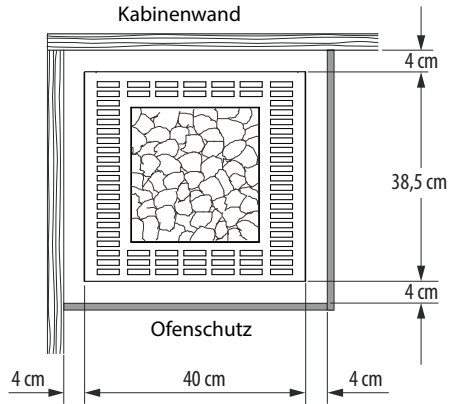

Abb. 2
- Bei der Montage des Saunaofens ist darauf zu achten, dass horizontale (seitliche) Abstand zwischen Ofen und Kabinenwand mindestens **4 cm** beträgt (Abb. 2).